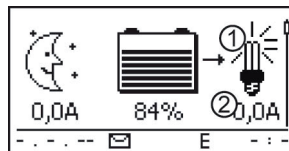

Abb. 16 Display-Inhalt nach dem Einschalten des Lastausgangs
3. ➞ Lastausgang einschalten. Die Lampe ① (Abb. 16) erscheint auf dem Display.
4. ➞ Verbraucher einschalten. Der Verbraucherstrom ② wird ab 0,1 A auf dem Display angezeigt.
5. ➞ Wird Abb. 16 nicht angezeigt, Installation prüfen und bei Bedarf den Fehler anhand Abschnitt 15 beheben.